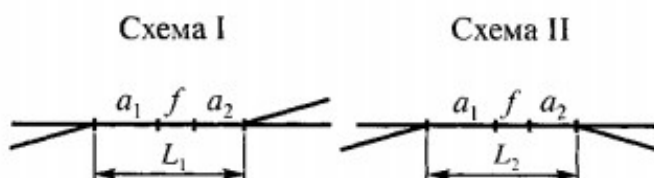

Рисунок 2.1 - Схемы взаимного расположения стрелочных переводов
**Задача 2.** Определить расстояние между центрами смежных стрелочных переводов марки 1/9 на прямо-отправочных путях в различных вариантах укладки (рисунок 2.1). Тип рельсов Р65. Длина вставки  $f$  в схемах I и II равна 12,50 м.